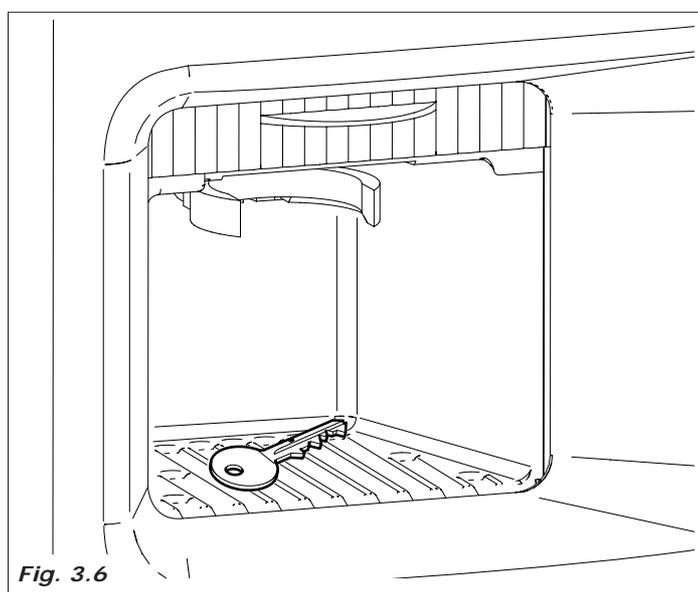

Fig. 3.6
- Coger las llaves que están en la zona de recepción del vaso (Fig.3.6) quitar la cinta adhesiva de: